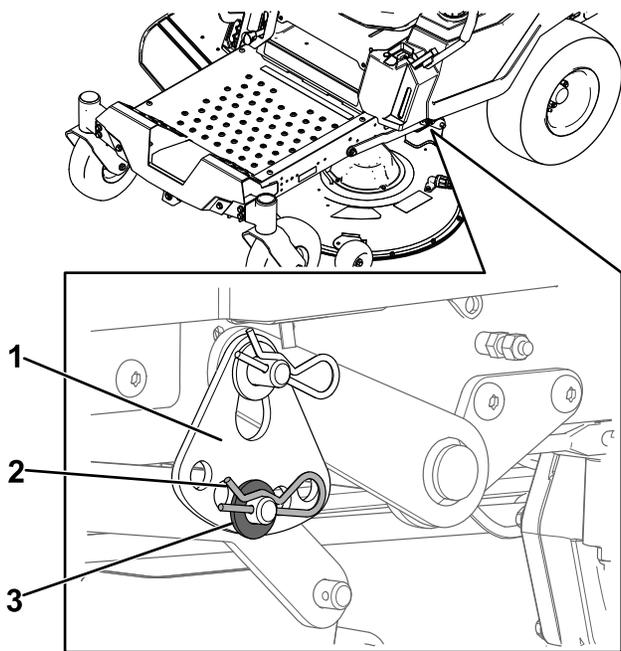

図 70
6. 下側昇降アームピンについているヘアピンコッターとワッシャを外す 図 70。